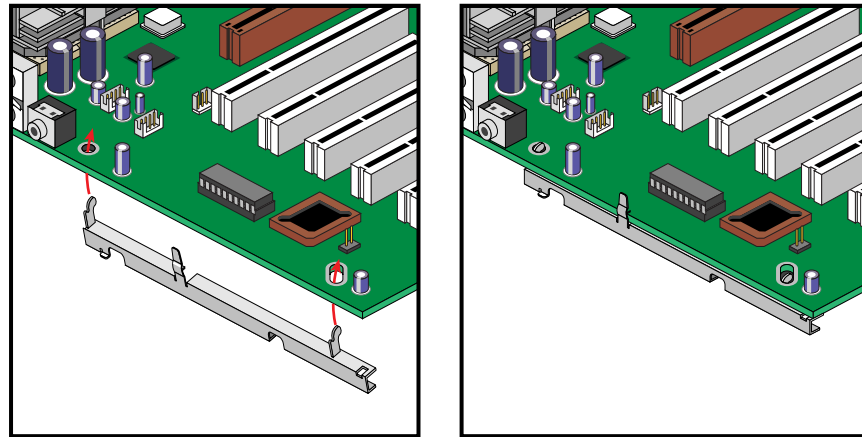

図 2-23 システムボードに固定ブラケットをはめる
1. システムボードに固定ブラケットを装着するには、固定フックをシステムボードの穴に入れ、リリースクリップをボード上にはめます。図 2-23 にその手順を図示します。